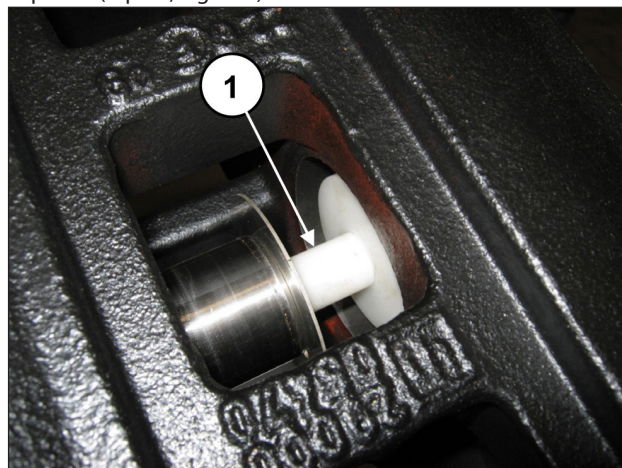

Fig. 174
Insérer l'outil tampon réf. 27632500 entre le guide du piston et le piston (rep. ①, Fig. 174).